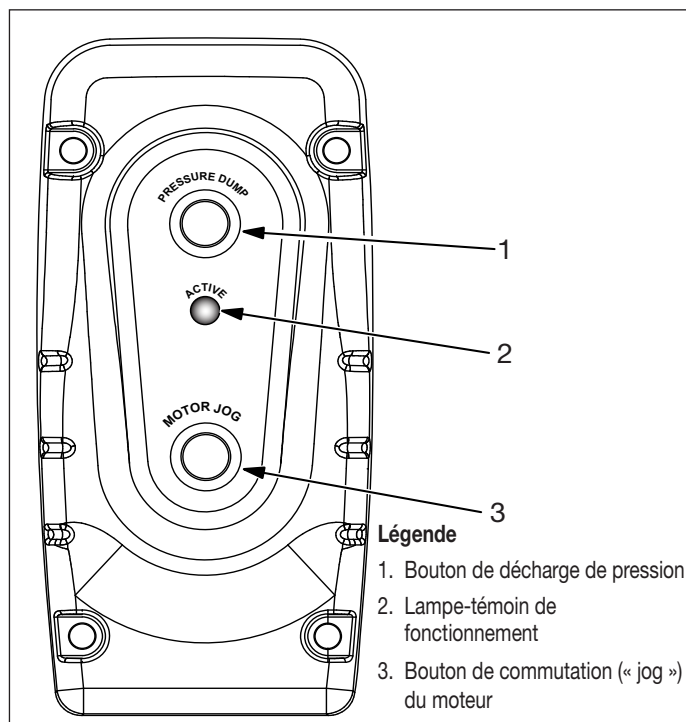

Figure 3, Télécommande
Voir la Figure 3.
2. Appuyez sur le bouton de décharge de pression. Voir la Figure 3.
3. Vérifiez que le manomètre indique zéro (0) bar/psi.
Utilisez la pompe comme décrit dans les étapes suivantes. Reportez-vous à la Figure 3 pour visualiser les boutons de la télécommande.